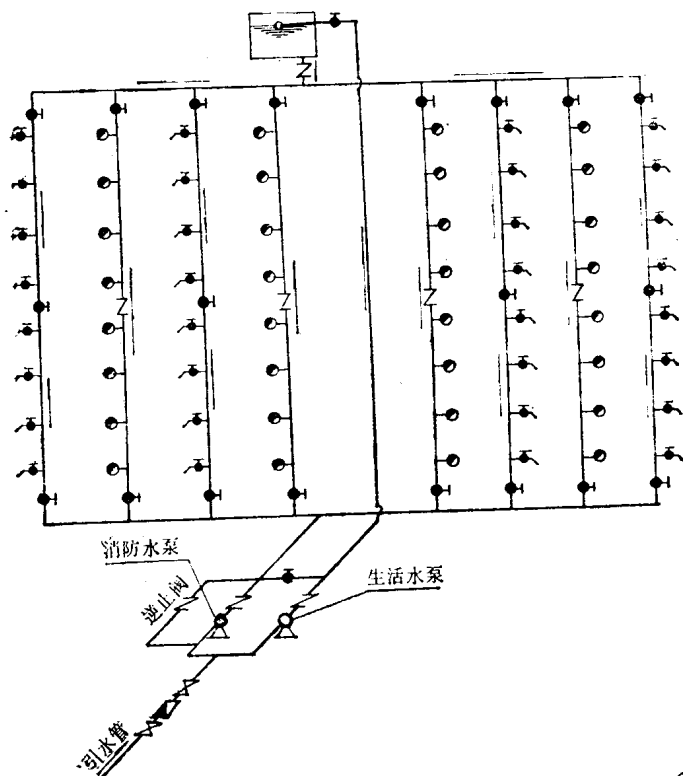

图 5 分区分压给水系统
4. 分上、下区给水系统 室外给水管网的水压不能满足多层建筑的水压要求时, 为充分利用室外给水管网的水压, 将管网分成上、下两区。下区直接在室外给水管网的压力下工作, 而上区则由水箱供水。消防给水系统, 在设计时应使消防水泵能同时供给上、下两区的消防用水, 见图5。